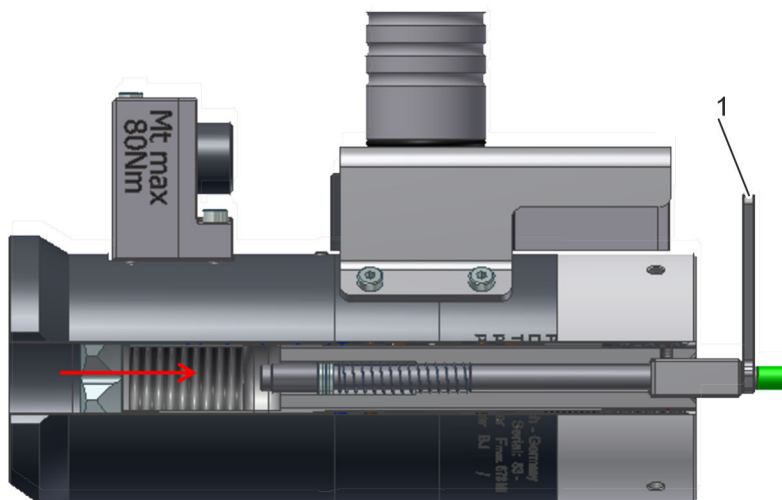

Рис. 18: Вдевание мерной линейки
6. ➔ Вдевать мерную линейку в отверстие до тех пор, пока гаечный ключ (с шириной зева 6 мм) (Рис. 18/1) не сможет быть надет на плоскость под ключ мерной линейки.